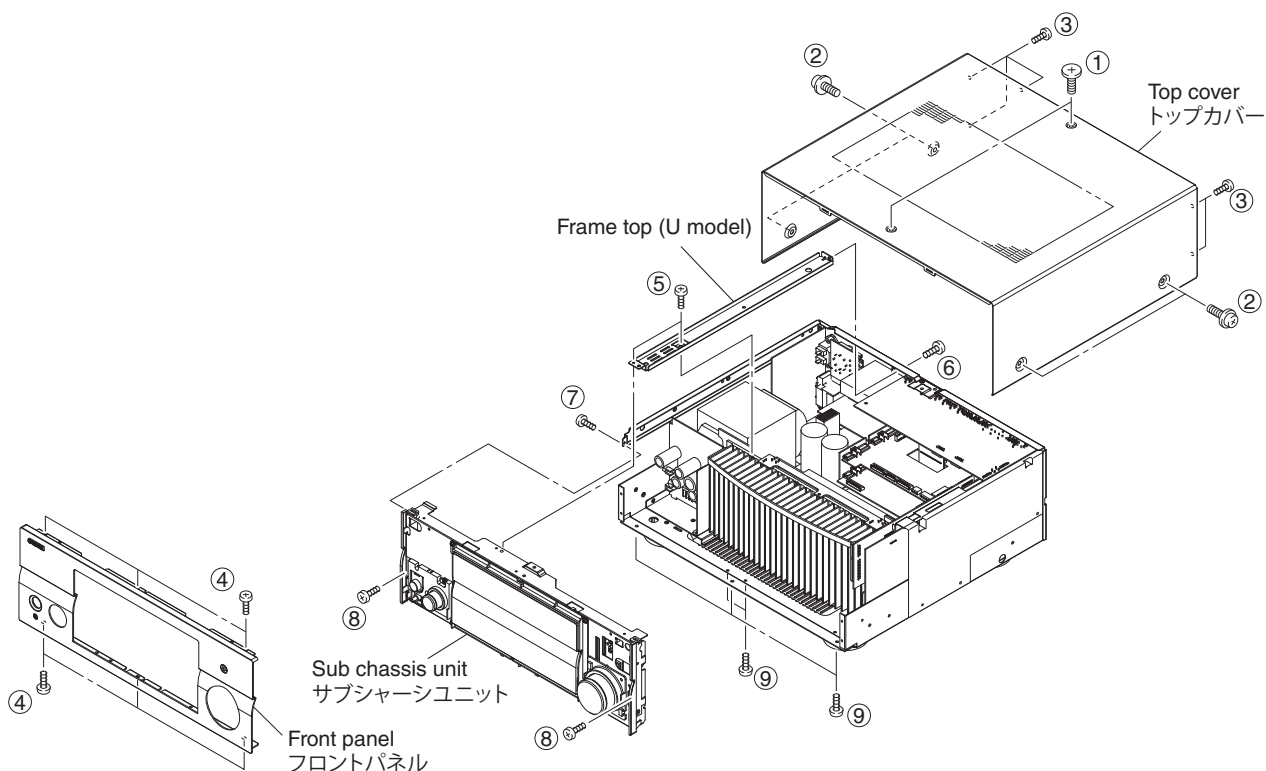

Fig. 1
- a. Remove 2 screws (①), 4 screws (②) and 5 screws (③). (Fig. 1)
- b. Slide the top cover rearward to remove it. (Fig. 1)
- a. ①のネジ 2 本、②のネジ 4 本、③のネジ 5 本を外します。(Fig. 1)
- b. トップカバーを後方へスライドさせ、取り外します。(Fig. 1)
Remove 6 screws (④) and then remove the front panel forward. (Fig. 1)
④のネジ 6 本を外し、フロントパネルを前方に外します。(Fig. 1)
- a. Remove 2 screws (⑤), screw (⑥) and then remove the frame top. (Fig. 1) (U model)
- b. Remove screw (⑦), 2 screws (⑧) and 5 screws (⑨). (Fig. 1)
- d. Remove the sub chassis unit forward. (Fig. 1)
- a. ⑦のネジ 1 本、⑧のネジ 2 本、⑨のネジ 5 本を外します。(Fig. 1)
- c. サブシャーシユニットを前方に取り外します。(Fig. 1)